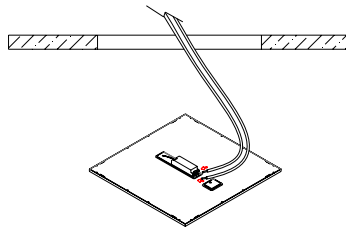

图 2
2.将市电的零线、火线和接地线分别接到面板灯电源的 AC 端，如图 2；